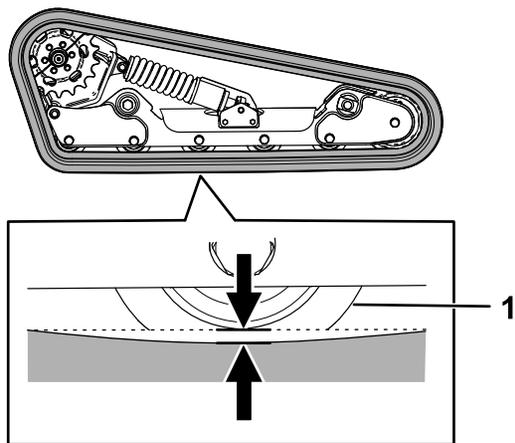

Figura 56
Levante/apoye un lado de la máquina y, usando el peso de la oruga, compruebe que la distancia entre la parte inferior del reborde de la rueda de rodaje y la oruga es de 13 mm ($\frac{1}{2}$ "), como se muestra en la Figura 56. Si no es así, ajuste la tensión de las orugas usando el procedimiento siguiente:
5. Usando una llave de carraca de $\frac{1}{2}$ ", gire el tornillo tensor hasta que la desviación de la oruga sea de 13 mm ($\frac{1}{2}$ "), como se muestra en la Figura 56.
9. Compruebe que la desviación de la oruga es de 13 mm ($\frac{1}{2}$ "), como se muestra en la Figura 56. Ajustar si es necesario.
20. Usando una llave de carraca de ½", gire el tornillo tensor en sentido antihorario hasta que la desviación de la oruga sea de 12.7 mm (½"), como se muestra en la Figura 56.
25. Compruebe que la desviación de la oruga es de 12.7 mm (½"), como se muestra en la Figura 56.